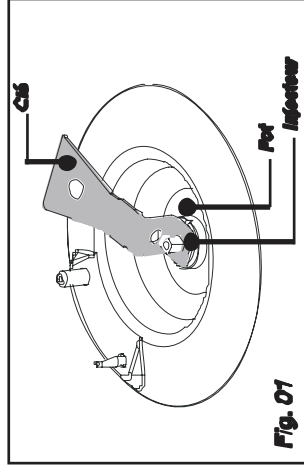

Fig. 01
- Dévissez à l'aide de la clé fournie les injecteurs situés dans le fond de chaque pot et étirez-les (Fig. 01).